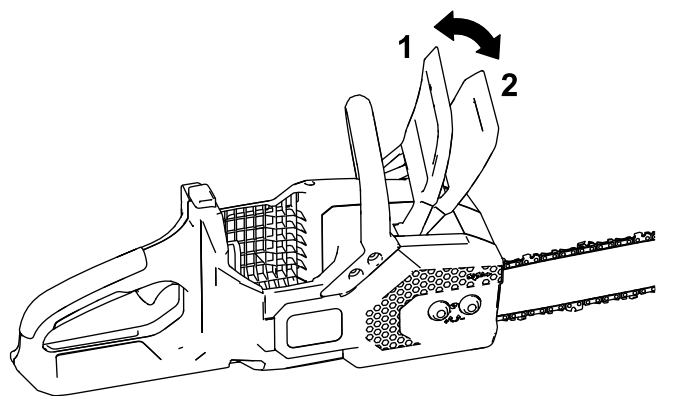

Figure 28
- Engagez le frein de chaîne en l'actionnant vers avant, à la position d'ARRÊT (Figure 28).
- Désengagez le frein de chaîne en l'actionnant vers l'arrière à la position MARCHÉ (Figure 28).
4. Vérifiez que le frein de chaîne est en position de MARCHE (Figure 28).